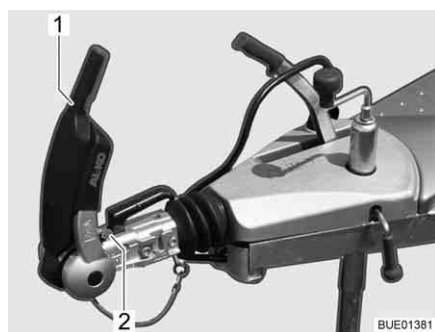

Fig. 210 Visualizador Forros de fricción adelante y atrás
- Abrir el tirador de estabilización (Fig. 210,1).
El control se realizará a través del visualizador delante de la palanca de acoplamiento (Fig. 210,2).